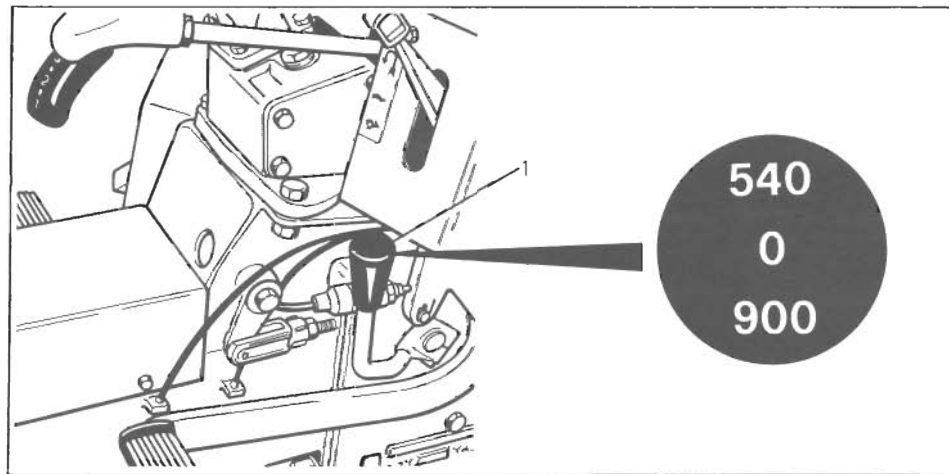

Fig. 8 - Bild 8
Questa p.d.p. deriva il moto direttamente dal motore, dopo la frizione, e pertanto il suo numero di giri è legato solo a quello del motore; il suo senso di rotazione rimane il medesimo anche in retromarcia. Una leva di comando, a due posizioni, consente di selezionare due differenti rapporti di riduzione per la p.d.p. (vedere la fig. 8). È impiegata per l'azionamento di attrezzi o macchine operatrici.
2. Innestare la presa di potenza alla velocità desiderata portando la rispettiva leva di comando (fig. 8, part. 1) in posizione 540 (lenta) oppure 900 (veloce). Accertarsi che la leva sia perfettamente innestata.